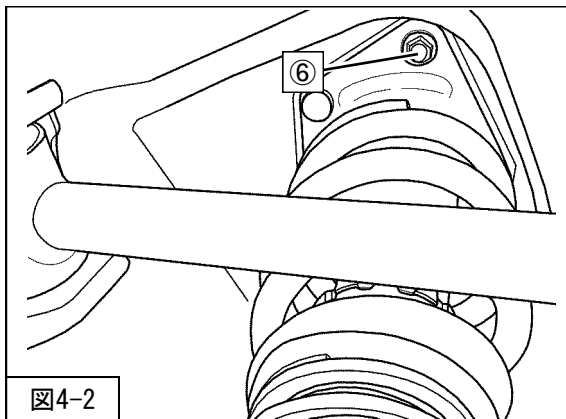
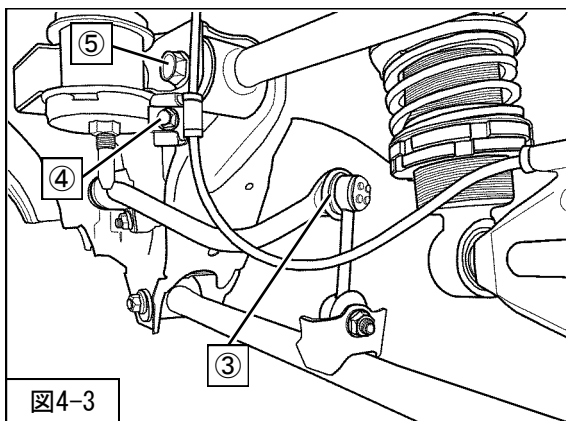

図4-2
図4-3
5. ⑥アッパーマウント取付ボルト（締付トルク：23.5～31.7N・m）を取付けてください。（図4-2）
6. ⑤アッパーアーム取付ボルト（締付トルク：75.5～102N・m）
④ABSセンサハーネス取付ボルト（締付トルク：18.6～25.5N・m）
③スタビライザリンク取付ナット（締付トルク：43.1～60.8N・m）を取付けてください。（図4-3）